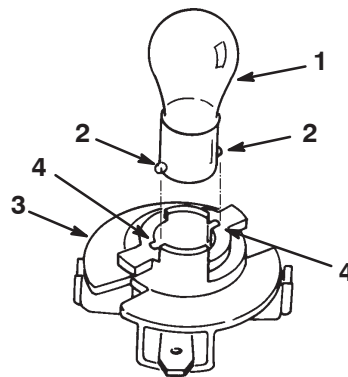

Bild 30
7. Drücken Sie die Birne hinein, drehen sie nach links bis zum Anschlag (ca. 1/4 Umdrehung) und nehmen Sie sie aus der Birnenfassung heraus (Bild 30).
1. Die Glühbirne hat Metallstifte an der Seite ihres Unterteils. Fluchten Sie die Stifte auf die Schlitzes in der Birnenfassung aus und setzen das Unterteil in die Fassung (Bild 30). Drücken Sie die Birne hinein und drehen sie nach rechts bis zum Anschlag.